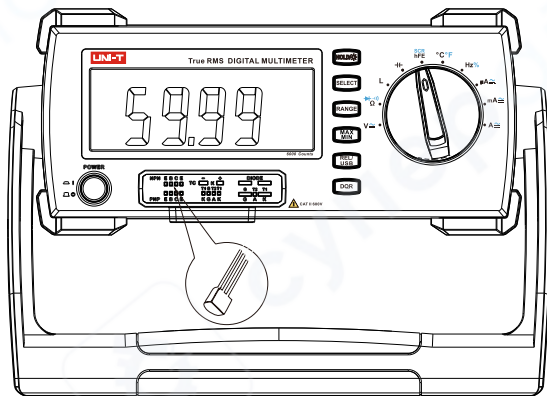

图6
- 将旋钮开关置于 **hFE** 档位。按下 **SELECT** 键切换成晶闸管测量功能。（如图6）